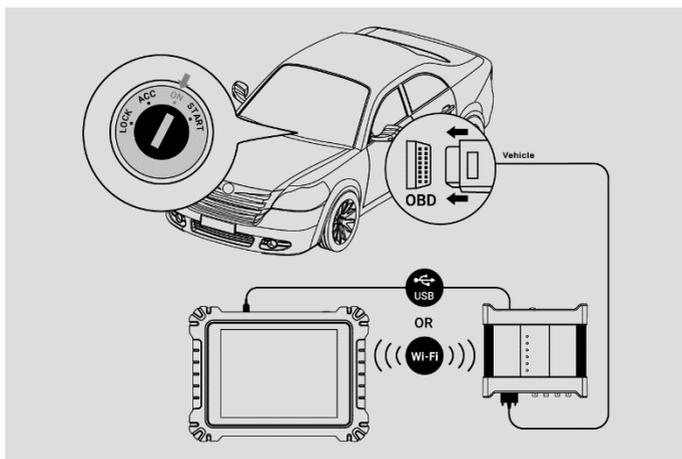

図 7-1 接続図のサンプル
1. 接続を完了するには、図 7-1 サンプル接続図を参照してください。イグニッションをキーオンの位置に置きます。